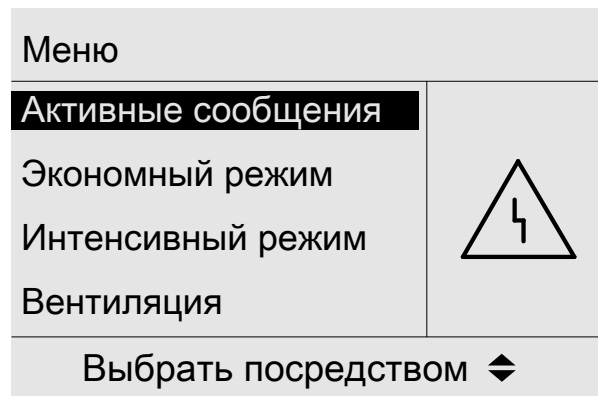

Рис. 19
4. Квитировать **все** сообщения. Для этого необходимо следовать указаниям меню. Сообщение переносится в меню **"Активные сообщения"**: см. рис. 19.